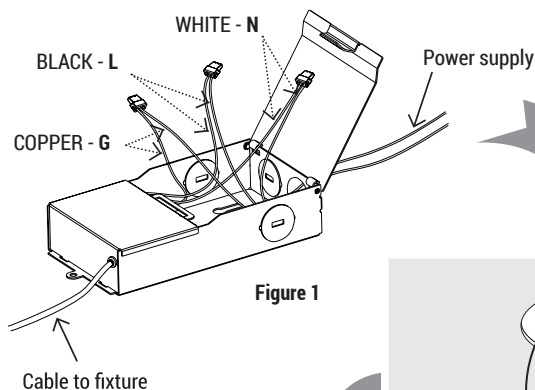

Figure 1
3. Open the J-Box cover and remove the appropriate knockout(s) on the side panel. Install the appropriate metal cable (not included) and insert the electrical supply cable through the metal cable. Connect the supply wires to the fixture wires by using 3 wire nuts. Attach white to white, black to black, green to the ground wire, see Fig 1.
3. Ouvrez le couvercle de J-Box et enlevez le (S) knockout(S) approprié (S) sur le Panneau latéral. Installez le câble métallique approprié (non inclus) et Insérez le câble d'alimentation électrique à travers le câble métallique. Se connecter Les fils d'alimentation aux fils de montage à l'aide de 3 écrous de fil. joindre Blanc à blanc, noir à noir, vert au fil de terre, voir Fig. 1.